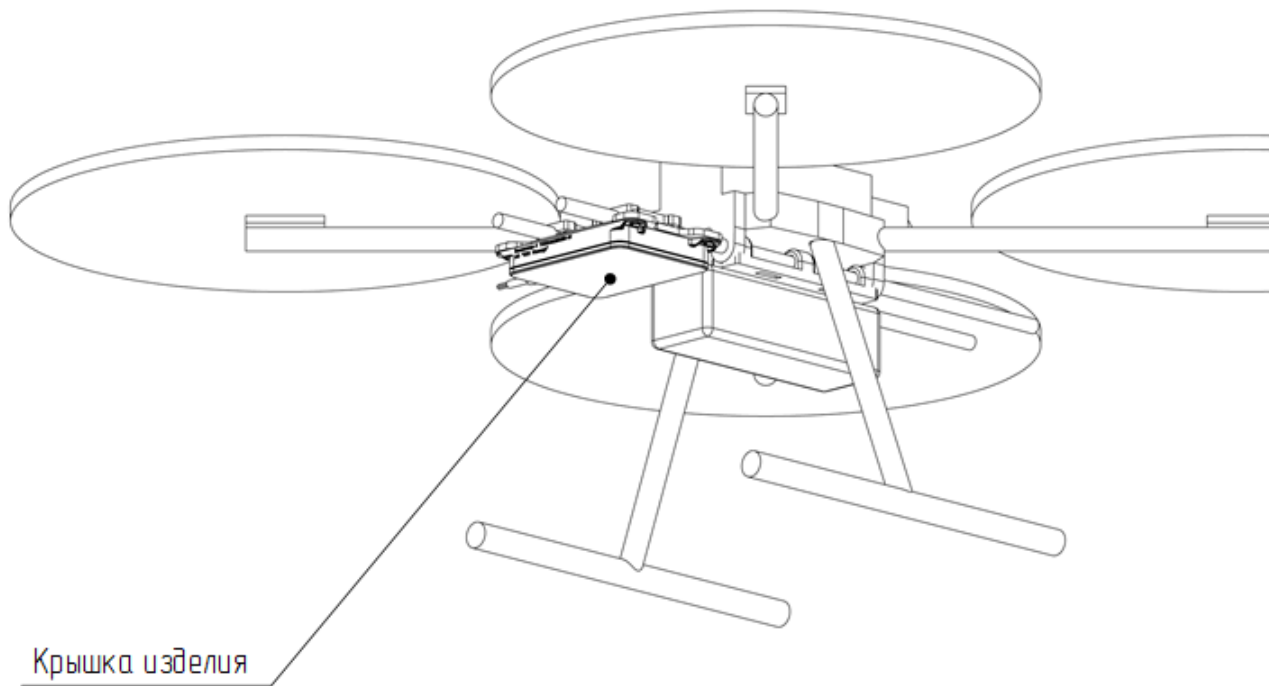

Рисунок 1.2 – Пример расположения изделия на объекте
2.2.1 Изделие располагают на летательном аппарате крышкой вниз (см. рисунок 1.2) и фиксируют при помощи винтов или иных стандартных крепёжных изделий с резьбой М3 через четыре монтажных отверстия на корпусе изделия (см. рисунок 1.1).